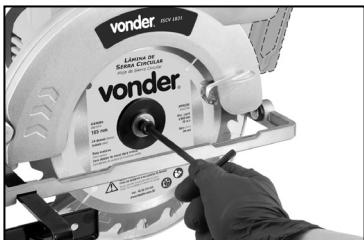

Fig. 5 – Soltando la brida
- b. Afloje la brida con la llave allen suministrada y retire la cuchilla del eje, Fig. 5.*